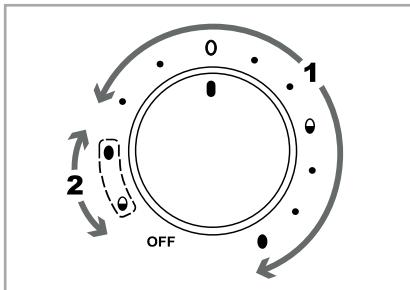

Fig. 1
① Indicación
1) Gire el regulador giratorio ⑨ hasta ajustarlo en la posición que se corresponda con el nivel de cocción deseado para los huevos. Utilice el rango de ajuste "1" (consulte la fig. 1) con los símbolos y los puntos correspondientes colocados delante:
Para el primer proceso de cocción, utilice el rango de ajuste "1" con los símbolos y los puntos correspondientes colocados delante. Para el segundo proceso de cocción, utilice el rango de ajuste "2" con los símbolos que aparecen rodeados (consulte la fig. 1).
- 2) Ajuste el regulador giratorio ⑨ en la posición que se corresponda con un nivel de cocción inferior para los huevos que deban quedar menos cocidos (utilice el rango de ajuste "1"; consulte la fig. 1). Tras esto, el piloto de control ⑩ se ilumina y se inicia el proceso de cocción.
- 3) Cuando los huevos hayan alcanzado el primer nivel de cocción en el que queden menos cocidos, se emitirá una señal acústica. Gire el regulador giratorio ⑨ hasta ajustarlo en la posición "**OFF**" para apagar el aparato. Tras esto, el piloto de control ⑩ se apaga.
- 4) A continuación, retire la tapa ③ y extraiga cuidadosamente los huevos que deban quedar menos cocidos.
5) Vuelva a colocar la tapa ③ y gire el regulador giratorio ⑨ hasta ajustarlo en la posición de los símbolos rodeados (rango de ajuste "2", consulte la fig. 1) que se corresponda con el nivel de cocción deseado para los huevos restantes: